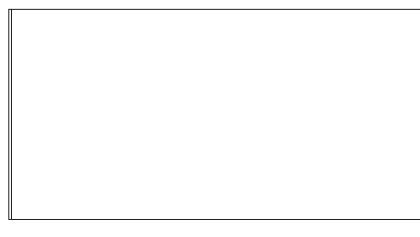

Рис. 4.4 ▼ Внутренняя линия создана путем смещения внешней
- Для задания направления смещения щелкните в пустой области внутри прямоугольника. Первая линия будет смещена на 18 мм внутрь габаритов рабочей зоны (рис. 4.4). Инструмент **Подобие** (Offset) останется работать, поэтому AutoCAD снова предложит в командном окне выбрать следующий объект.